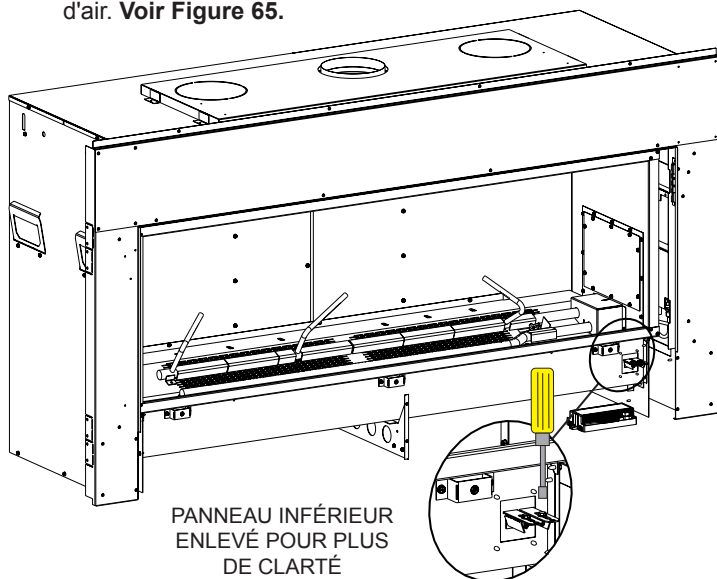

Figure 65
2. Desserrer les vis (2) qui verrouillent les poignées de l'obturateur d'air. **Voir Figure 65.**